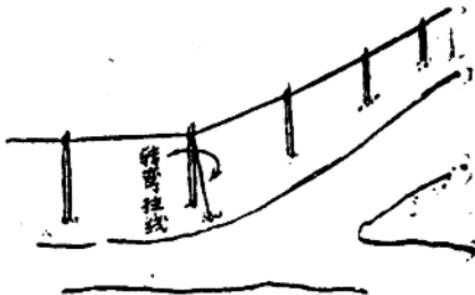
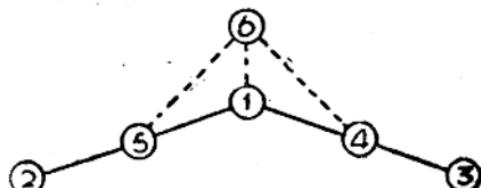

图14
图15
(1) 轉彎拉綫方向的測量: 線路轉彎時, 为了使杆子在各个方面受到的拉力平均, 使綫杆不致傾斜, 必須裝置拉綫(图14)。拉綫的方向要測得正确, 不然就不能起到拉綫应有的作用。拉綫方向測量方法如图15所示, 杆①是轉彎杆, 在杆①②和杆①③的二个線路方向各量3公尺至④⑤处插上标杆, 用8公尺長的繩子一根, 兩头放在④⑤处, 繩子中心拉到⑥, 这样①到⑥的直線上就是所要測量的拉綫方向。